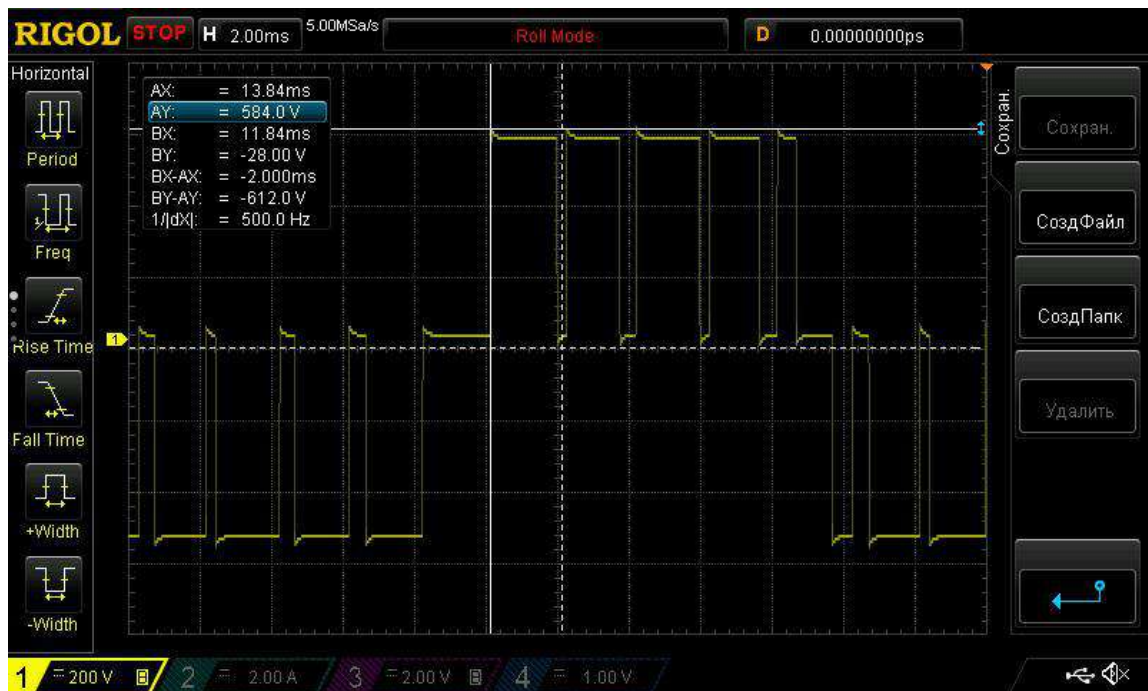

Рисунок 11 – Окно лабораторной работы
- 10.20.24. Нажать кнопку «Пуск». После достижения выходной частоты заданного значения (см. «**текущие параметры**» рис.10) используя программную функцию анализа сигнала (кнопка **cursor** на осциллографе рис.11) проведите замеры и зафиксируйте результаты измерения в таблице 3.